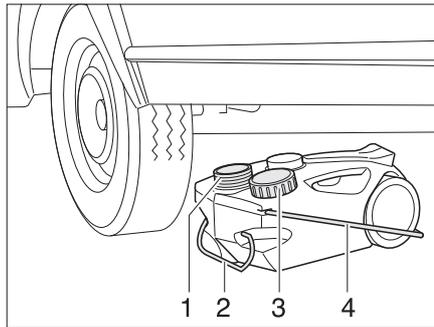

Fig. 139 Depósito de aguas residuales, con ruedas
- Cerrar la abertura del depósito de aguas residuales (Fig. 139,1) con la tapa (Fig. 139,3).
- Extraer el depósito de aguas residuales por el tirador (Fig. 139,2).
- Abatir hacia arriba el tirador (Fig. 139,4) y colocar el depósito de aguas residuales.